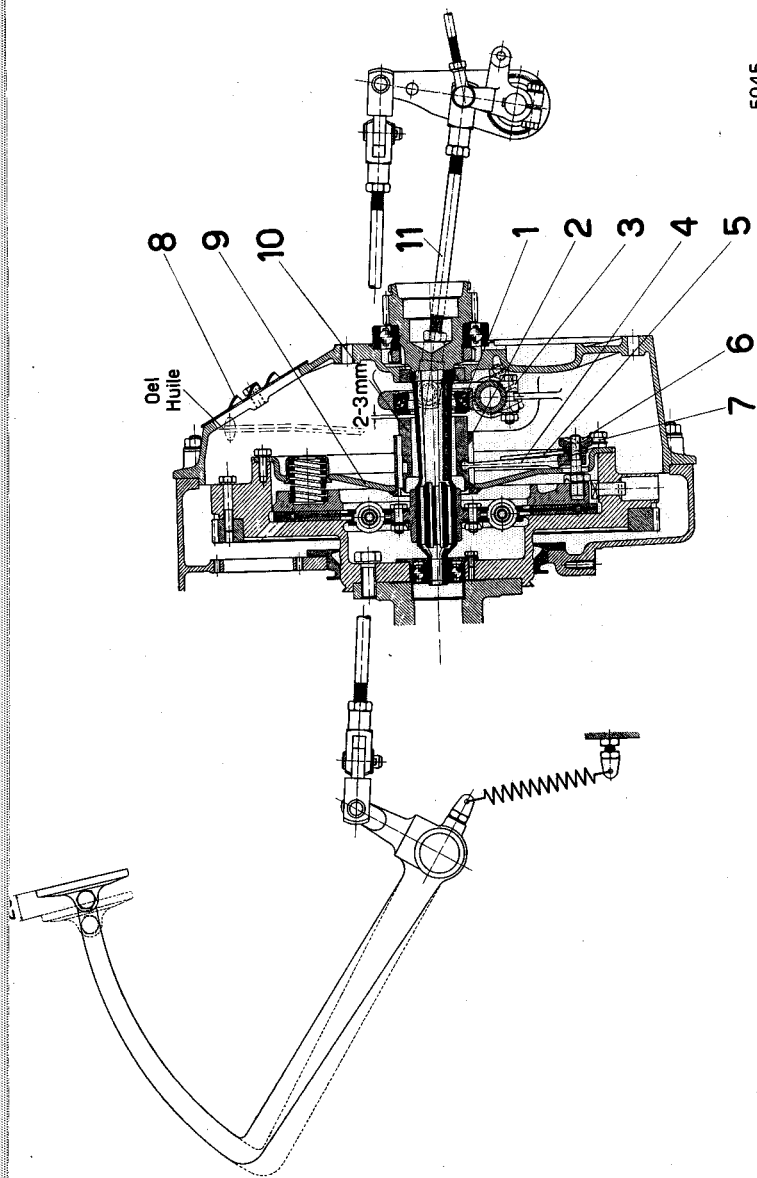

Fig. 50 3,5 T 4x4
- Enlever le couvercle 8 ainsi que les tôles de sécurité 7 et les ressorts 5 (fig. 50).